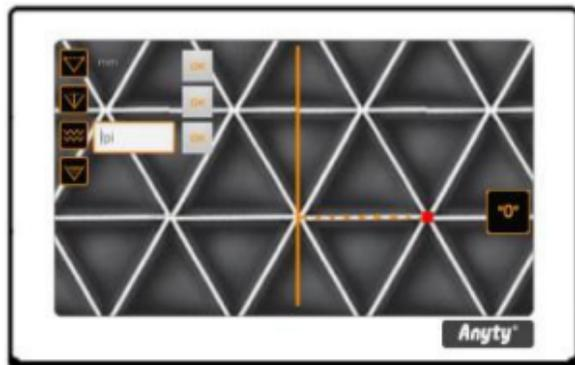

图 9
- 3) 选择左上角深度测量图标 ，通过鼠标滚轮或遥控器电机向下微动按键，一直调节到清晰看清网穴底部状态，测量完成后点击 OK 确认，如图 9。